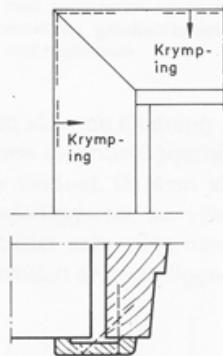

Fig. 232
- 232 Fig. 232 viser eksempel på sammenføyning og stifting av belistning. Lister bør stiftes til karmen for å unngå sprekker i sammenføyningene.